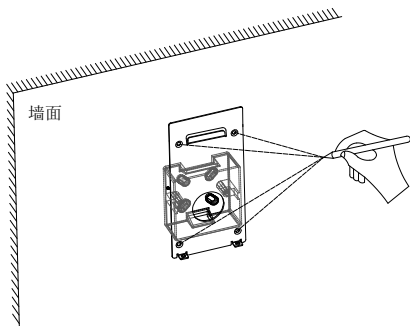

图 2-2
- 2、用记号笔通过安装板上面的四个螺丝孔位，在墙上做好记号，如图2-2所示